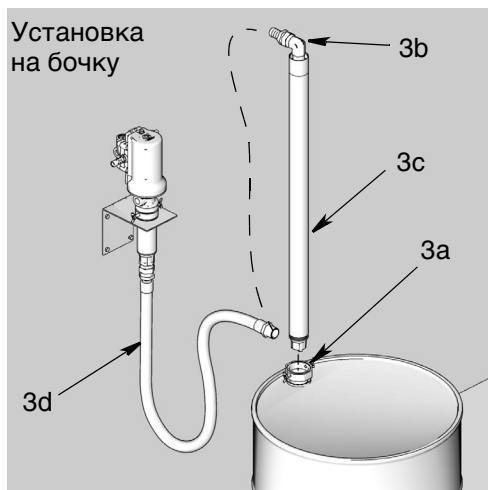

Рис. 6
5. Вверните переходник втулки (3а) в отверстие на крышке бочки или транспортировочного контейнера. Надежно затяните рукой (Рис. 6).
1. Установите верхнюю скобу IBC (9) на контейнер IBC (Рис. 6).